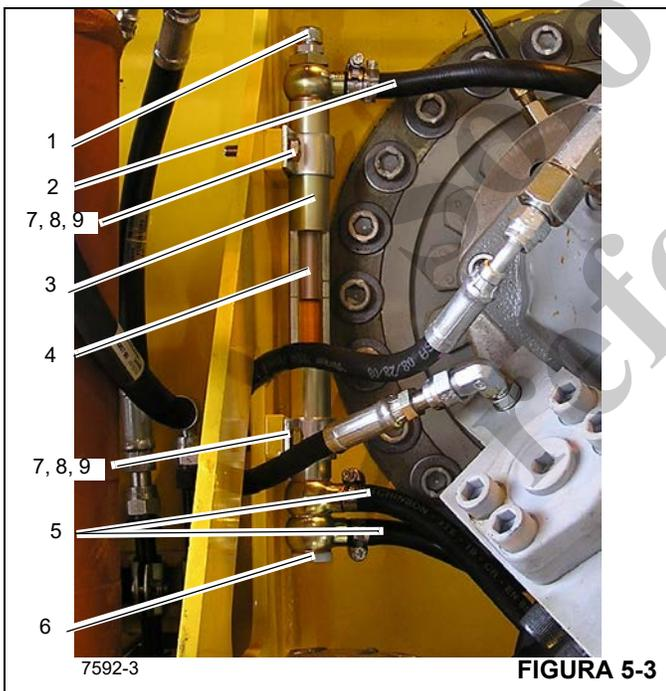

FIGURA 5-3
- a. Coloque un recipiente debajo del tubo (3) (Figura 5-3).
- b. Desenrosque las tuercas (1) y (6) (Figura 5-3) y deje que se vacíe el aceite.
- c. Si se desea quitar el tubo de aceite, quite los pernos (7), arandelas planas (8) y tuercas (9) (Figura 5-3) y quite el tubo de aceite de la superestructura.
11. Si se quitó el tubo de aceite (3) (Figura 5-3), instálelo y asegúrelo con las tuercas (9), arandelas planas (8) y pernos (7). Asegúrese de que la marca de llenado máximo en el tubo de nivel de aceite esté situada en el centro del malacate.
12. Llène el aceite a través del tubo de aceite (3) (Figura 5-3) hasta la marca de llenado máximo (4). Consulte *Lubricación, página 9-1*. Reemplace las empaquetaduras y asegure las mangueras (2) con el perno (1) (Figura 5-3).
1. Coloque un recipiente debajo del tubo (3) (Figura 5-3).
2. Desenrosque las tuercas (1) y (6) (Figura 5-3) y deje que se vacíe el aceite.
1. Instale la tuerca de vaciado de la mirilla inferior (6) (Figura 5-3).
2. Llene el aceite a través del tubo de aceite (3) (Figura 5-3) hasta la marca de llenado máximo (4). Consulte *Lubricación, página 9-1*.
3. Instale la tuerca de llenado (1).